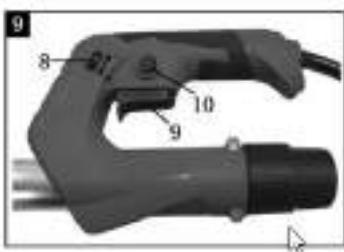

Fig. 9
### Inicio (Fig.9)
Para seleccionar la velocidad, gire el dispositivo de ajuste de la velocidad (8) en el regulador de velocidad (Fig.9).